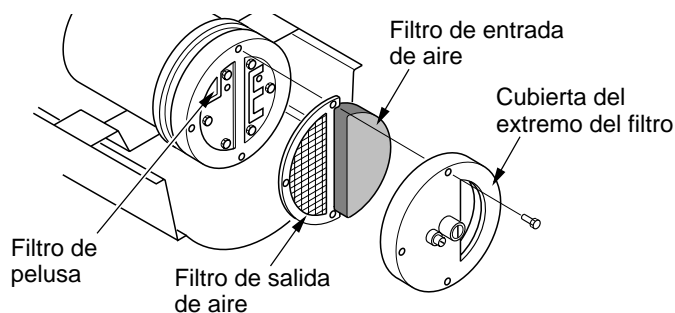

Figura 7 - Salida de aire, entrada de aire y filtros de pelusa
2. Quite los tornillos de la cubierta del extremo del filtro utilizando un sacatuercas de 5/16 pulgadas (consulte la figura 7).